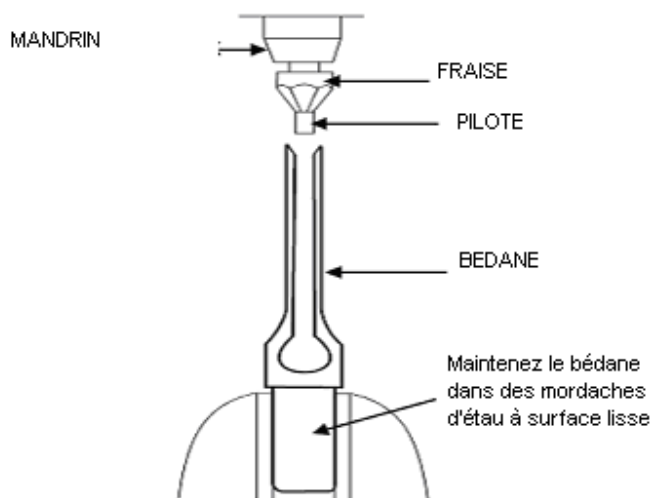

FIGURE 8
2. Affûtez le bédane avec un outil d'affûtage pour bédane ayant le pilote de dimension correct. (La dimension de pilote diffère selon la taille de votre bédane). Deux ou trois tours de fraise dans un vilebrequin de charpentier devraient suffire pour affûter le bédane, comme indiqué à la Figure 8.